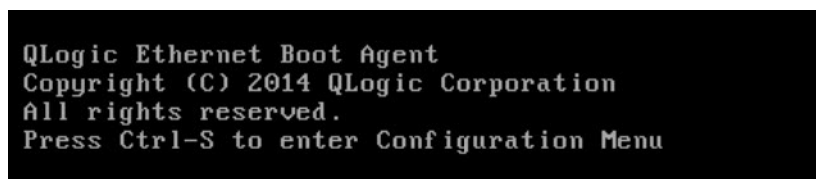

図 14-1. CCM ユーティリティの起動
1. POST 中に CCM ユーティリティを起動します。QLogic Ethernet Boot Agent バナー (図 14-1) で、CTRL+S キーを押します。